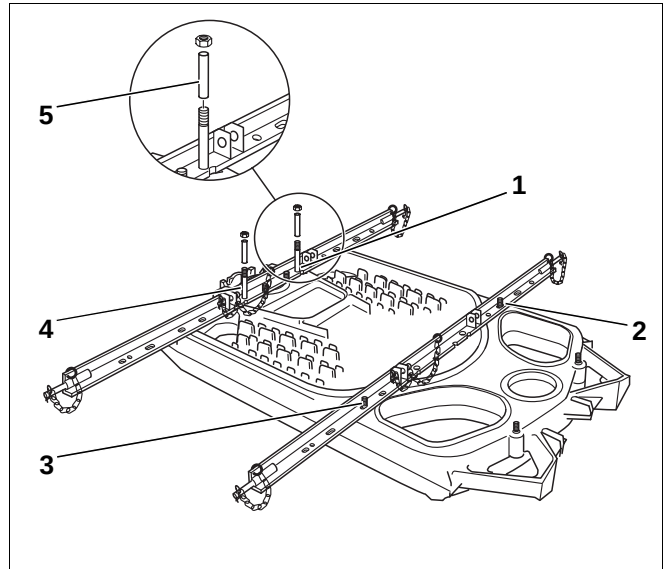

Abb. 4 Montage der Winkelschienen G505
- Winkelschienen auf Stiftschrauben setzen (Abb. 4, **Pos. 1 – 4**).
- Zum Befestigen der oberen Winkelschiene die beiden Hülzen (70mm) auf die Stiftschrauben setzen (Abb. 4, **Pos. 5**).